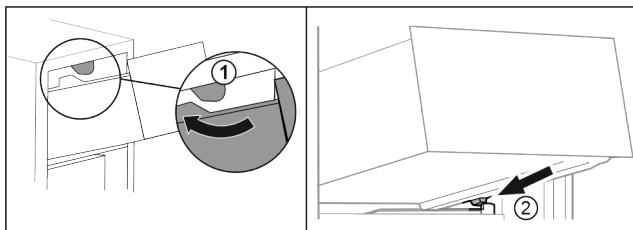

Fig. 73
- Schubfach um die oberen Stopper herumführen. Fig. 73 (1)
- Schubfach schräg hinter den unteren Stopfern auf Behälterrippe aufsetzen. Fig. 73 (2)